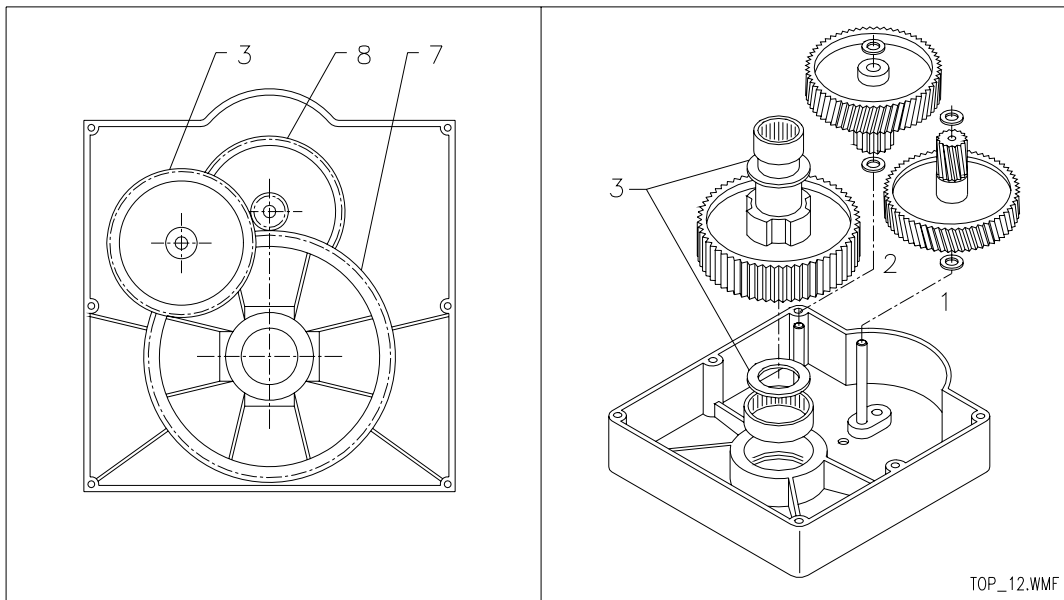

FIG. 12
1. Insérer les rondelles de calage dans les positions 1-2-3 FIG. 12.
2. Insérer l'engrenage à dents hélicoïdales FIG. 12 Réf.8 Z=87 renforcé, en faisant attention que le pignon soit tourné vers le haut.
3. Insérer dans le trou l'arbre avec engrenage à denture FIG. 12 Réf.7 Z=54.
4. Insérer sur l'arbre latéral l'engrenage à dents hélicoïdales FIG. 12 Réf.3 Z=46, en faisant attention que le pignon à denture droite soit tourné vers bas.